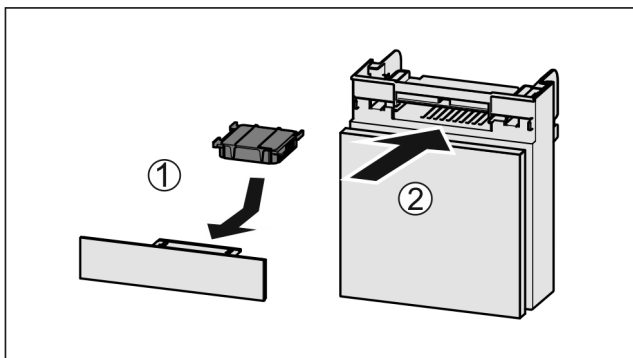

Fig. 35
- ▶ Aktivni ogljeni filter vstavite Fig. 35 (1) skladno s prikazom na sliki.
- ▶ Predal potisnite noter Fig. 35 (2).